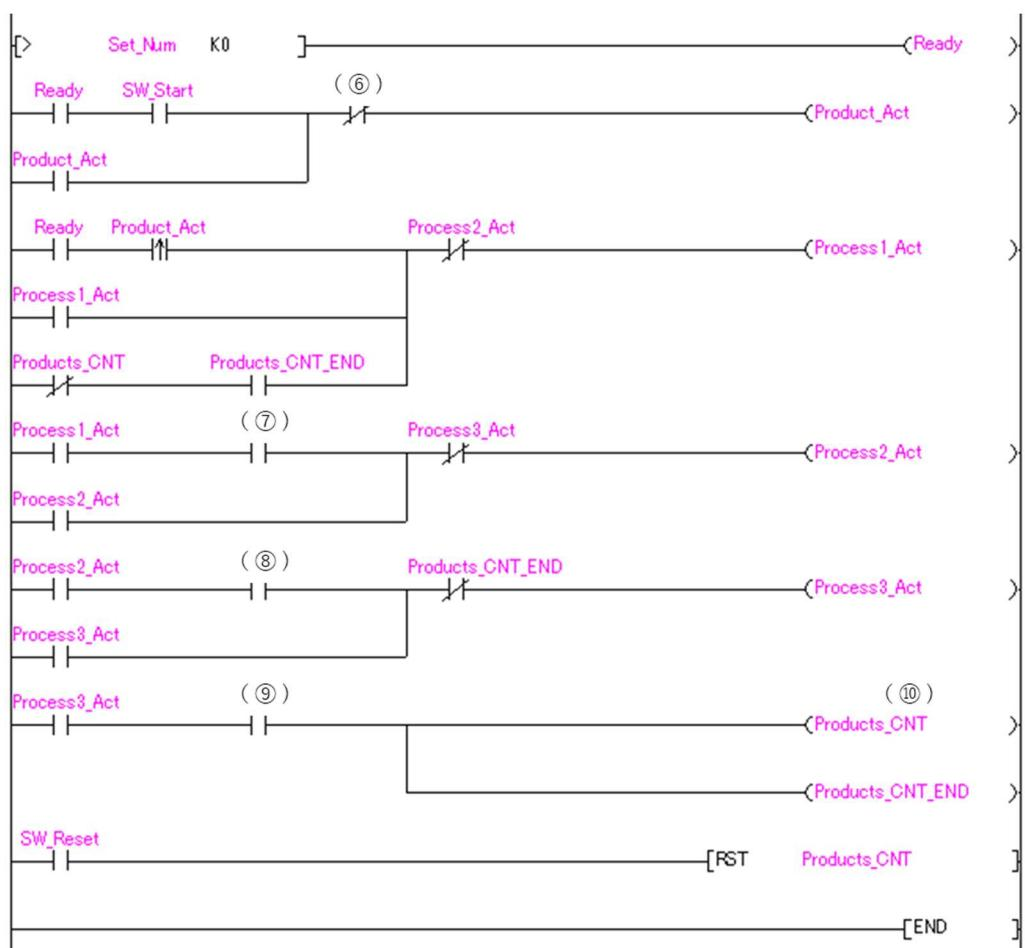

図 5-2
設問4 第一工程から第三工程までの一連のサイクルで、一つの製品を製造する設備において、PLC によって制御するため、以下の【動作説明】と図5-1 のタイムチャート及び表5-1 のデバイス表に基づき、ラダー図を作成した。図5-2に示すラダー図の（⑥）～（⑩）にあてはまる最も適切なものを解答群からそれぞれ一つずつ選び、記号ア～ソで答えなさい。